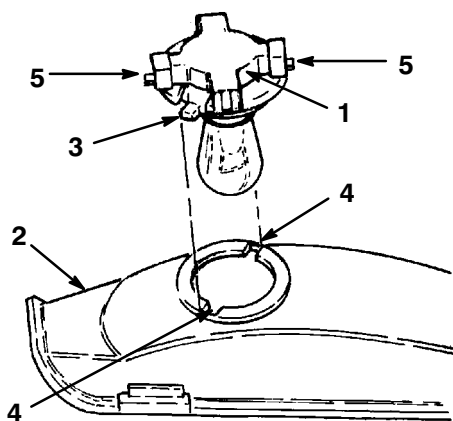

Figure 51
3. Dévisser l'embase d'un quart de tour vers la gauche et la retirer du réflecteur (Fig. 51).
2. L'embase de l'ampoule présente deux languettes (Fig. 51). Aligner ces languettes face aux rainures du réflecteur, insérer l'embase dans le réflecteur et la visser à fond d'un quart de tour vers la droite.